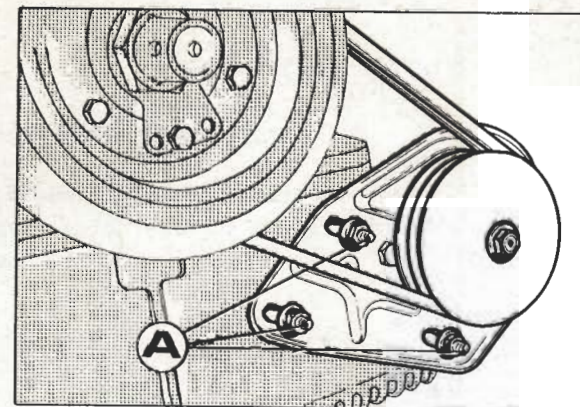

Fig.3.9 Tensado de las correas mando bomba servodirección.
Aflojar las tres tuercas (A) (fig.3.9) de la fijación del soporte motor y desplazar la bomba hacia la derecha.